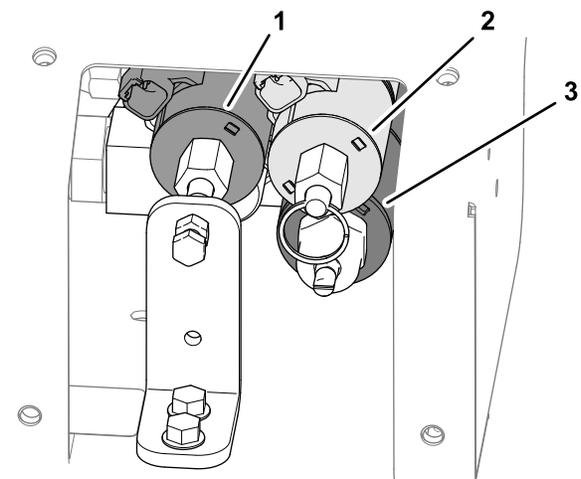

Bild 28
3. Suchen Sie die drei Steuerventile (**Bild 28**).